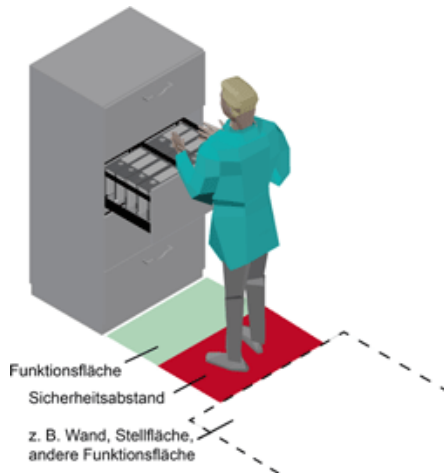

Abb. 10: Beispiel für Funktionsfläche und Sicherheitsabstand zur Benutzung eines Schrankes (Quelle: VBG Hamburg [www.vbg.de])
(1) Bewegungsflächen dürfen sich nicht überlagern mit:
(2) Abweichend von Absatz 1 ist eine Überlagerung der Bewegungsfläche am Arbeitsplatz des jeweiligen Nutzers möglich mit:
- Flächen für Sicherheitsabstände (z. B. am Schrankauszug, siehe Abb. 10).
Flächen zur Einhaltung von notwendigen Sicherheitsabständen, soweit diese nicht bereits in den Stell- oder Funktionsflächen berücksichtigt sind, sind im Rahmen der Gefährdungsbeurteilung festzulegen (siehe Abb. 10). Zur Vermeidung von Ganzkörperquetschungen muss der Sicherheitsabstand mindestens 50 cm betragen. Weitere Hinweise dafür können z. B. aus den Herstellerangaben entnommen werden.